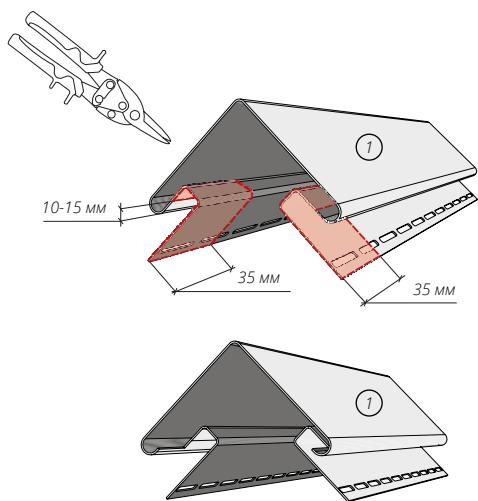
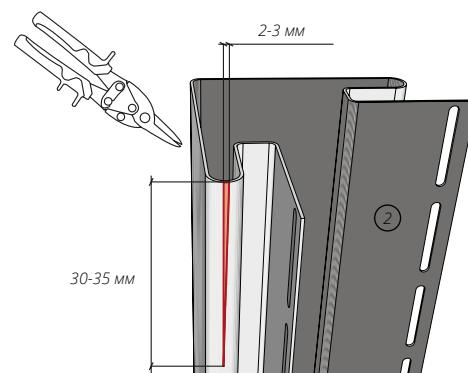

Рисунок 26
Рисунок 27
12.5 Если высота здания больше трех метров, необходимо «нарастить» угол. Для этого: срезаем верхнюю тыльную часть наращиваемого угла (рис. 26). В нижнем углу делаем вырез в виде треугольника на боковых ребрах согласно рис. 27. Вырез треугольника на боковых частях нижнего угла будет немного замаскирован, но уменьшит прогиб нижнего угла в соединении и позволит элементам оставаться более подвижными при тепловых расширениях и сжатиях.